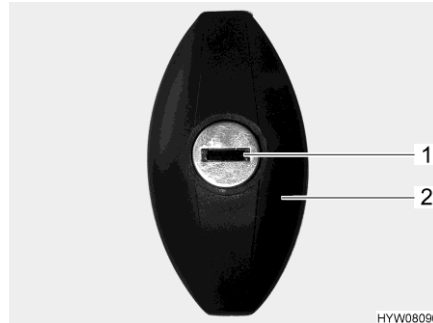

Bild 58 Lucklås (ellipsformat, låst)
- Stick in nyckeln i låscylindern (Bild 58,1) och vrid ett halvt varv moturs. Låshandtaget (Bild 58,2) frigörs.